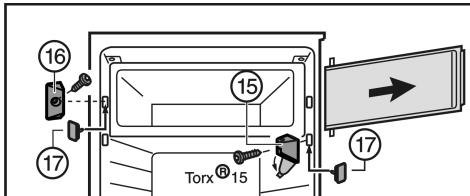

Fig. 7
- Kryt na ložiskovej konzole Fig. 7 (15) odklopte.
- Ložiskovú konzolu Fig. 7 (15) s dverami zásuvky odskrutkujte.
- Uzatvárací kus Fig. 7 (16) odskrutkujte.
- Uvoľnené otvory uzavorte priloženými zátkami Fig. 7 (17).